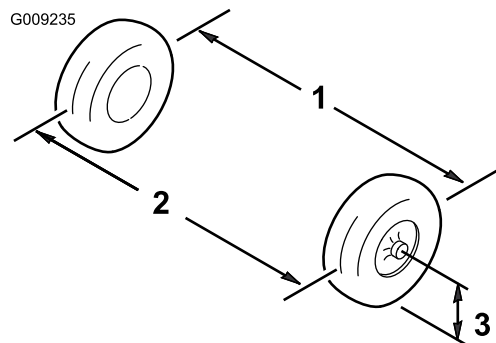

Figure 54
3. Mesurez la distance entre les roues avant à hauteur d'essieu, à l'avant et à l'arrière des roues (Figure 54).